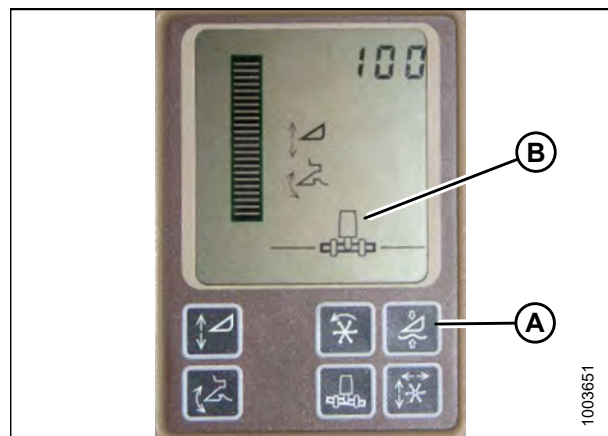

Abbildung 3.426: Display auf John Deere Mähdreschern
Die aktive Schneidwerk-Floatfunktion (A) und die automatische Schneidwerkshöhenregulierung (AHHC) dürfen bei MacDon Schneidwerken **NICHT** gleichzeitig aktiviert sein. Die beiden Systeme arbeiten gegeneinander. Unter dem Schneidwerkssymbol (B) auf dem Display sollte **keine** gewellte Linie zu sehen sein. Das Symbol muss mit der Darstellung in der Steueranzeige „Aktives Schneidwerk“ in Abbildung 3.426, Seite 266 identisch sein.